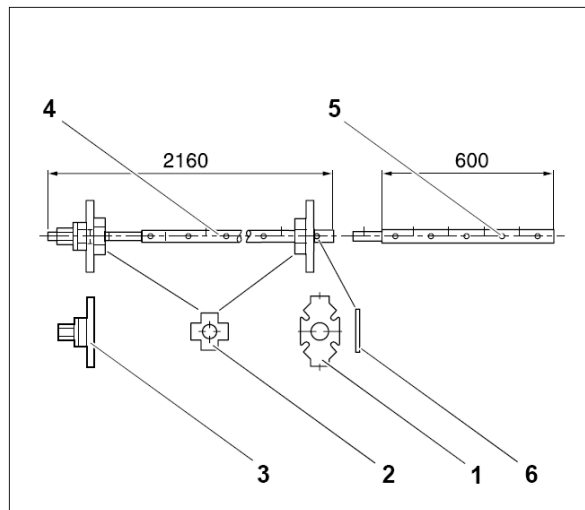
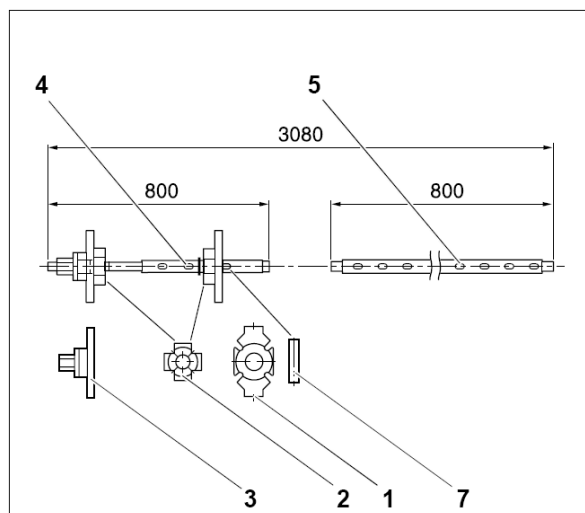
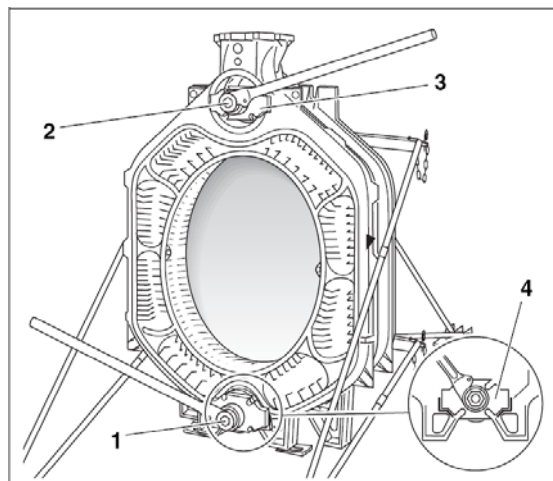

Fig. 1 Pannsamlarverktyg, str. 2.2
Fig. 2 Pannsamlarverktyg, str. 2.3
Fig. 14
- Ihopdragningsverktyg, 2.2 (fig. 1) eller (fig. 2)
Förklaring till (Fig. 1) och (Fig. 2):
**Använd ihopdragningsverktyg i storlek 2.2 eller 2.3 (Fig. 1) eller (Fig. 2) och (Fig. 14, pos. 1 och 2)**
- Spänn fast tryckskivan (Fig. 14, **pos. 3 och 4**) med spännmutter på spindlarna (Fig. 1 och Fig. 2, **pos. 4**).